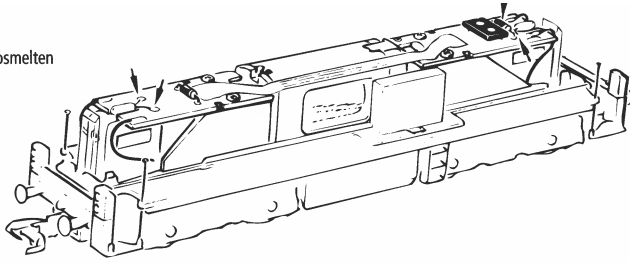
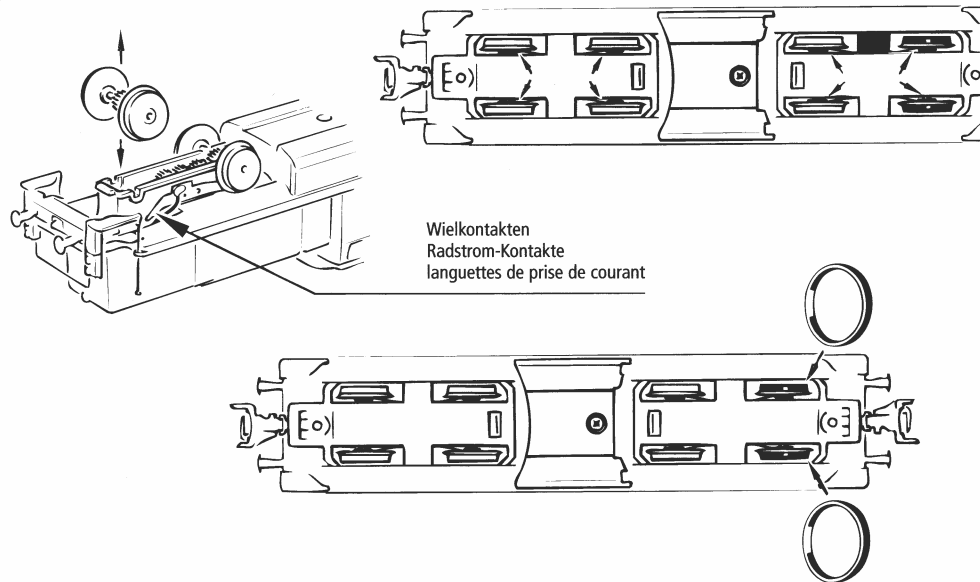
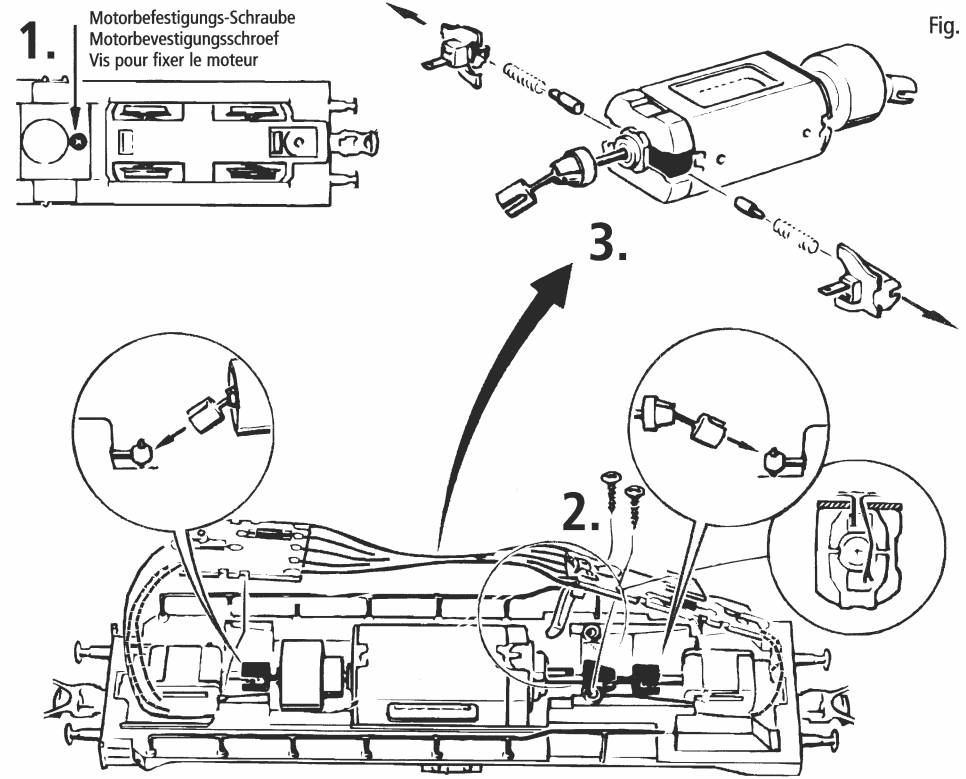
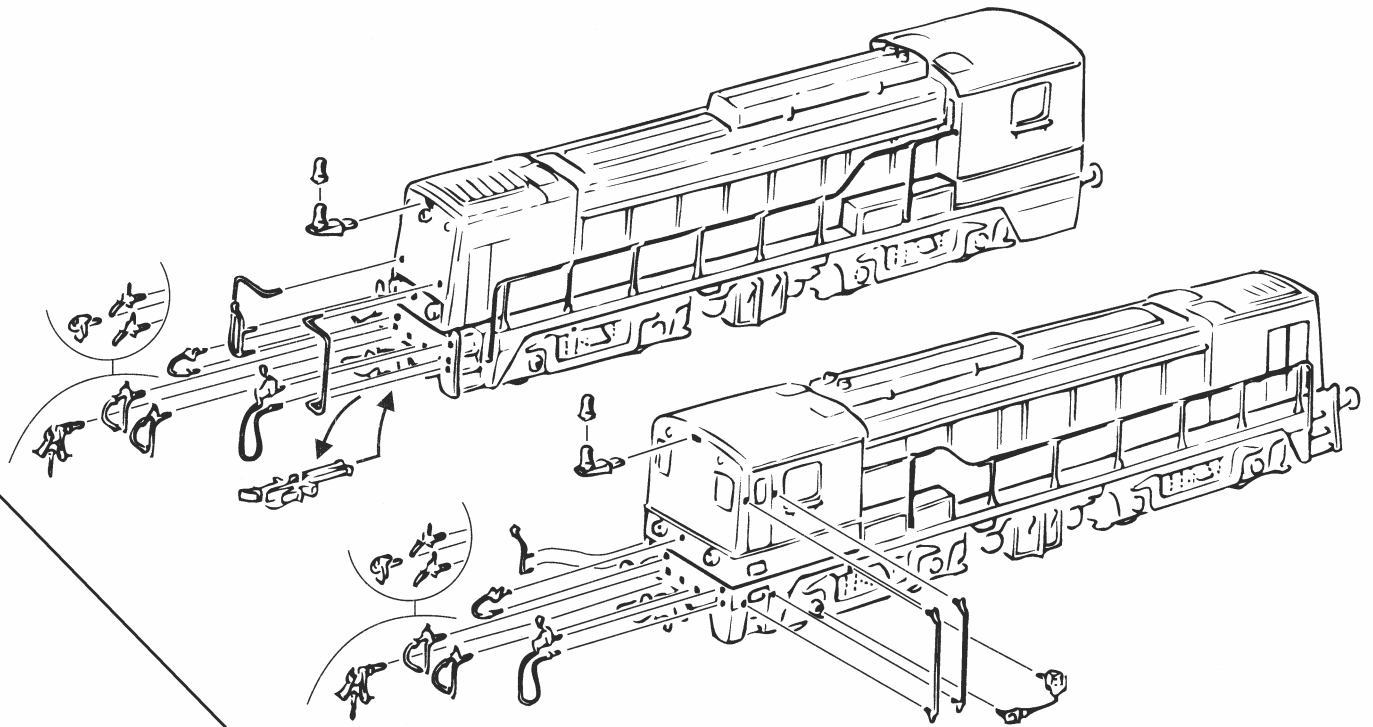

Fig. 7
Fig. 9
Fig. 10
Fig. 3
Mehrzugbetrieb: Brückenstecker aus der Schnittstelle entfernen (sorgsam aufbewahren). Zuletzt den Stecker des Steuerbausteines lagerichtig einsetzen (Fig. 10). Dazu zuerst das Lokgehäuse abnehmen (Fig. 3).
2. Schmierung: Versehen Sie die im Schmierplan in Fig. 7 gekennzeichneten Stellen mit nur **kleinen Öltropfen**. Dazu zuerst das Lokgehäuse abnehmen (Fig. 3). Wir empfehlen den **ROCO-Öler** Art. Nr. **10906**. Zur Schmierung der Getriebeteile (Zahnräder, Schnecke) empfehlen wir das **ROCO-Spezialfett 10905**. Im Falle der Schmierung diese Teile bitte nicht ölen.
3. Lämpchenwechsel: Bitte nehmen Sie zuerst das Lokgehäuse ab (Fig. 3). Danach können Sie die Lämpchen wechseln (Fig. 6).
5. Kohlebürstenwechsel: Lokgehäuse abnehmen (Fig. 3). Danach wird der **Motor ausgebaut** und die Kohlebürsten ausgewechselt (Fig. 9).
Exploitation en télécommande multi-trains: Enlevez ensuite la fiche de shuntage de l'interface (à conserver!) et enfichez finalement la fiche du module de télécommande aux prises de l'interface. Veillez à la position correcte de la fiche (voir fig. 10). Pour ce faire il faut préalablement enlever la caisse entière (voir fig. 3).
2. Graissage: N'appliquez **qu'une tout petite goutte** aux endroits indiqués par le plan de graissage (fig. 7) après avoir démonté la caisse de la locomotive (fig. 3). Nous vous recommandons **le graisseur à huile ROCO réf. 10906**. Pour graisser les engrenages (roues dentées, vis sans fin) nous vous conseillons la **graisse spéciale Roco ref. 10905** pour engrenages en matières synthétiques. Lorsque vous utilisez cette graisse il faut éviter d'huiler ces composants.
3. Remplacement des ampoules: Veuillez démonter d'abord la caisse de votre locomotive (fig. 3), puis vous pouvez **échanger les ampoules** (voir fig. 6).
5. Remplacement des balais du moteur: Démontez la caisse (voir fig. 3). Démontez ensuite le moteur et échangez les balais (fig. 9).
Digitaal: Verwijder de brugstekker en bewaar deze goed. Plaats nu de 8-polige decostekker overeenkomstig de bijgevoegde informatie over decoderinbouw (Fig. 10). Verwijder natuurlijk eerst het loc-huis (Fig. 3).
2. Het smeren: Op de aangegeven punten slechts een **enkel oliedruppeltje** (Fig. 7). Daartoe wel eerst het lochuis verwijderen (Fig. 3). Wij adviseren **ROCO-smeerolie Nr. 10906**. Voor het smeren van de aandrijving (tandwielen, wormwielen, etc.) adviseren wij **Roco-smeervet Nr. 10905**. Let op. Geen olie gebruiken waar smeervet zit.
3. Verwisselen van de lichten: Verwijder eerst de loc-kap (Fig. 3) en **verwissel dan de lampes** (Fig. 6). ⇨ Montage
3. Het vervangen van de koolborstels: Loc-kap verwijderen (Fig. 3). Daarna tilt u de motor eruit en kunt u de borstels vervangen (Fig. 9). ⇨ Montage